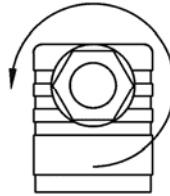

Fig. 9
- ⇒ Desserrer le passe-câble à vis PG 9 (Pos. 5, Fig. 9).